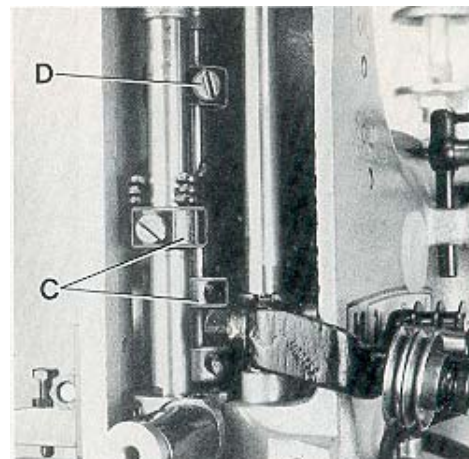

Fig. 25
By relocating the collars (C, Fig. 25) which serve as a leaf spring rest on the left and right presser bar, the pressure can be changed. Raising the collars increases the pressure, lowering the collars decreases it.
The presser foot lift is limited with the upper stop collar (D, Fig. 25) on the right presser bar. When the needles are in their lowest position and the presser foot is lifted with the presser foot lifter lever, the needle holder should not contact the presser foot. Besides this, the lifted presser foot should not contact the right upper spreader moving upwards. Set the stop collar (D) accordingly.
La elevación del pie prensateclas se limita con el anillo de ajuste (D, Fig. 25) en la parte superior de la barra derecha del pie prensateclas. Cuando la aguja está en su posición más baja y el pie prensateclas levantado el porta agujas no debe tocar el pie prensateclas. Además, cuando el pie prensateclas está levantado no debe contactar los movimientos del looper y el spreader superiores. Apriete el anillo de ajuste (D) adecuadamente. Asegúrese que ambas barras del pie prensateclas se muevan libremente hacia arriba y abajo.